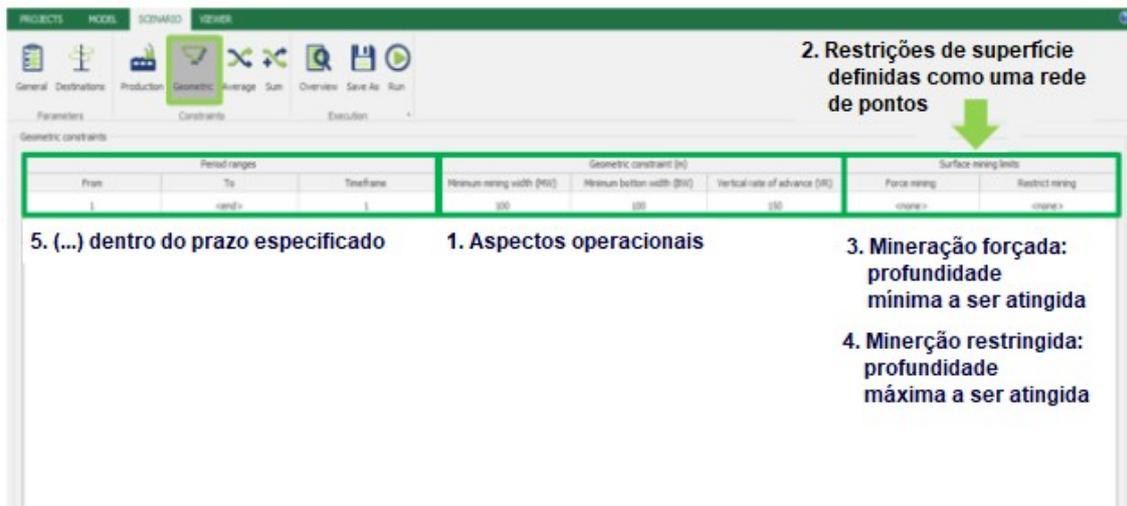

Figura 8: Restrições operacionais
Na Figura 8, (1) destaca campos operacionais, que podem ser diferentes para cada intervalo de período e intervalo de tempo: